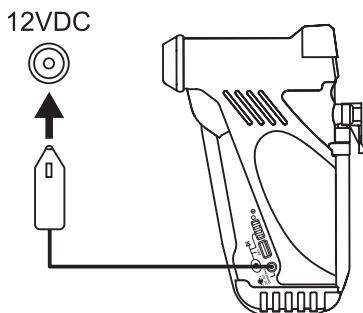

Рис.1
- Соедините кабель питания к стандартному гнезду прикуривателя автомобиля 12 В (рис.1).